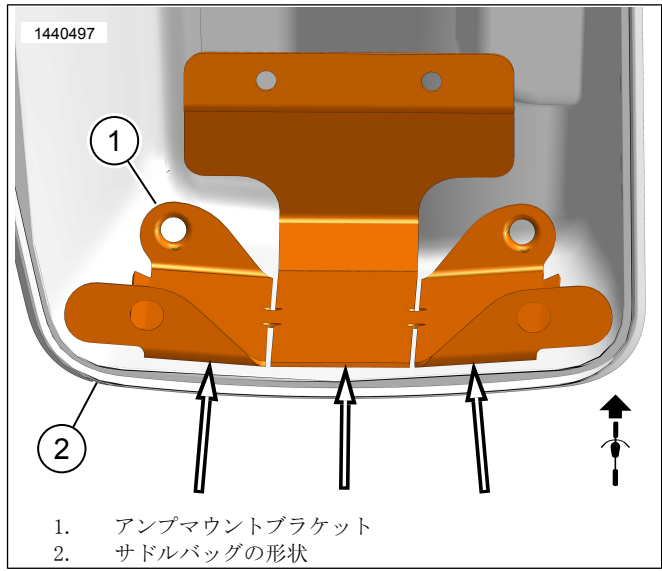

図13。サドルバッグの形状
- b. 図13を参照してください。マウントブラケット(1)のスリットを使用して、揺れることなくサドルバッグの輪郭(2)に合うように曲げます。これにより、テープとの接触と密着性が向上します。この時点ではテープを剥がさないで下さい。